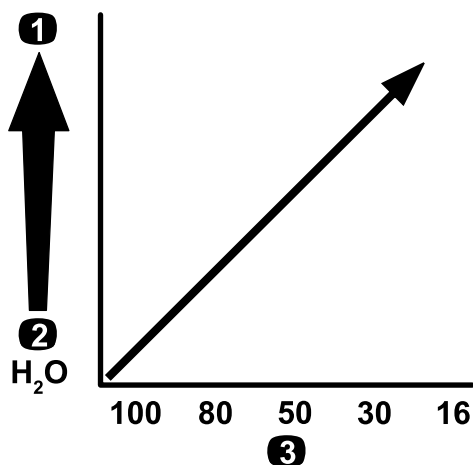

Figura 14
**Important:** Atunci când pulverizai produse chimice cu vâscozitate mai mare (mai vâscoase) sau soluții cu pulberi umectabile, poate fi necesar să utilizai o plasă de sită mai grosieră pentru filtrul de presiune opțional; consultai Figura 14.